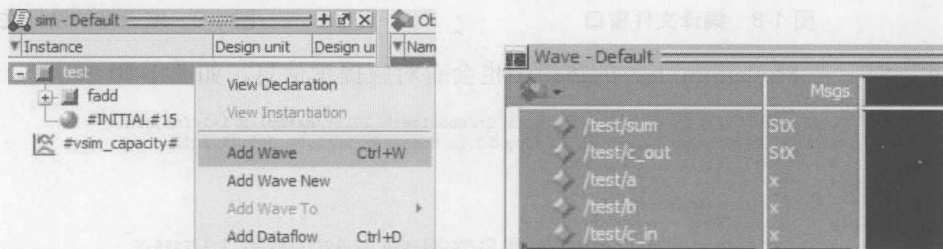

图 1-14 添加观察信号
(3) 添加待观察的信号。选中 test 模块，单击右键，在右键弹出的菜单中选中【Add to Wave】，这时会出现另一个新窗口：wave。这里就是观察信号变化的区域，在仿真没有运行的时候，输出的信号均为空，如图 1-14 所示。